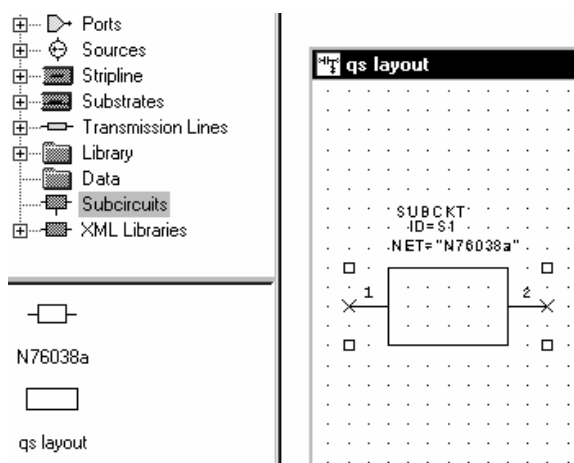

Рис. 5.4
5. Нажмите левой кнопкой мышки на модель **N76038a** и, не отпуская кнопки мышки, перетащите её в окно схемы, отпустите кнопку мышки, поместите элемент в окне схемы и щёлкните левой кнопкой мышки, чтобы зафиксировать, как показано на рис. 5.4.